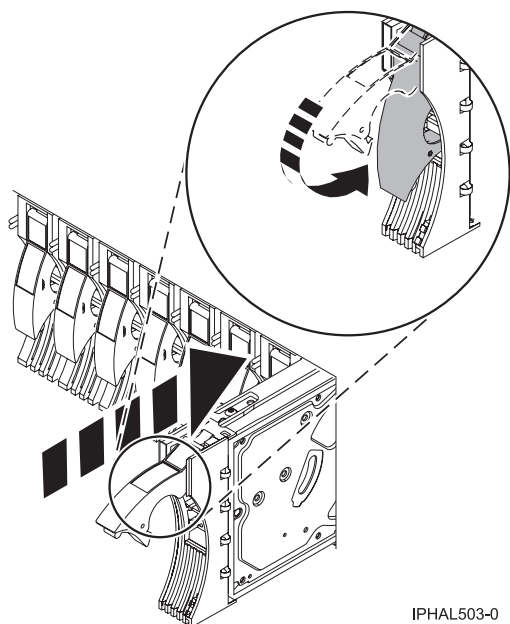

Figura 18. Fer lliscar la unitat de disc dins la unitat del sistema
13. Quan l'indicador de servei comenci a parpellejar, desplaceu la unitat de disc completament fins que encaixi al seu lloc i tanqueu el pestell, com es mostra a la Figura 18 a la pàgina 27.